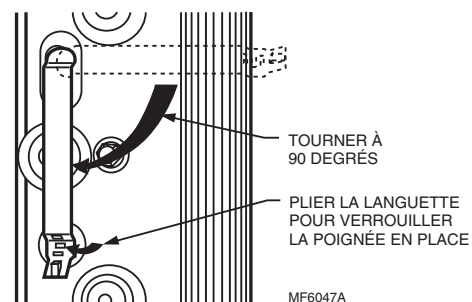

Fig. 9. Installer les poignées au bout de la cellule qui est la plus près de la porte d'accès.
2. Tenir la poignée par les côtés et insérer la languette rigide sur le dos de la poignée dans la fente de la cellule. Tourner la poignée de 90° en sens horaire pour aligner la languette divisée sur le trou carré. Voir Fig. 9.